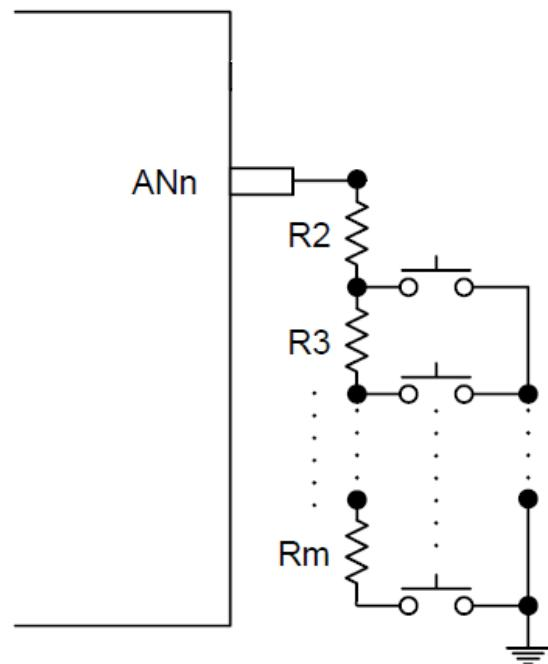

Figure 17-3 ADC 按键输入串联电阻应用参考图
6. 如果 Figure17-3 中的某个键被按下，端口上就会有一个电压值，当这个电压值小于 4.2V (@VDD=5V) 时，AMWIF 标志位会被拉高。芯片也会从省电模式醒来，同时进入 ADC 中